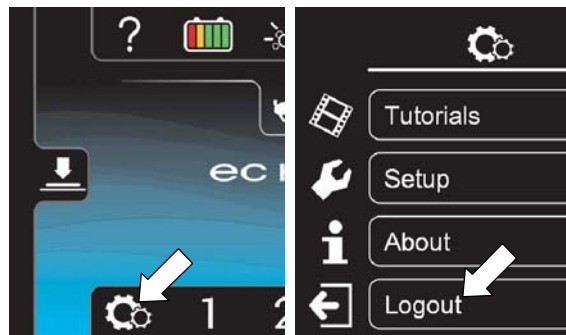

РИС. 149
10. После того, как пользователь закончит работу с машиной, рекомендуется выйти из системы, нажав на кнопку Настройка, а затем нажав на кнопку выхода из системы (Рисунок 149). При повороте ключа в положение ВЫКЛ также будет произведен выход из системы.